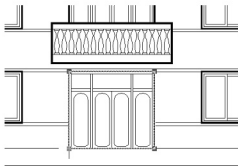

图 4.64 定义相对坐标基点
(1) 定义相对坐标基点：在命令行无命令的状态下，单击首层门洞口矩形，并单击其左下角点使其变红（图4.64），然后按两下Esc键取消夹点。
(2) 立面台阶的尺寸：踏高为150mm，踏宽为300mm，平台的长度为4200mm。
(3) 绘制台阶轮廓：单击【绘图】工具栏上的【多段线】图标或在命令行输入“PL”并按Enter键，启动绘制多段线命令。
① 在指定起点：提示下，输入“@-1500，-600”后按Enter键，指定直线起点为距